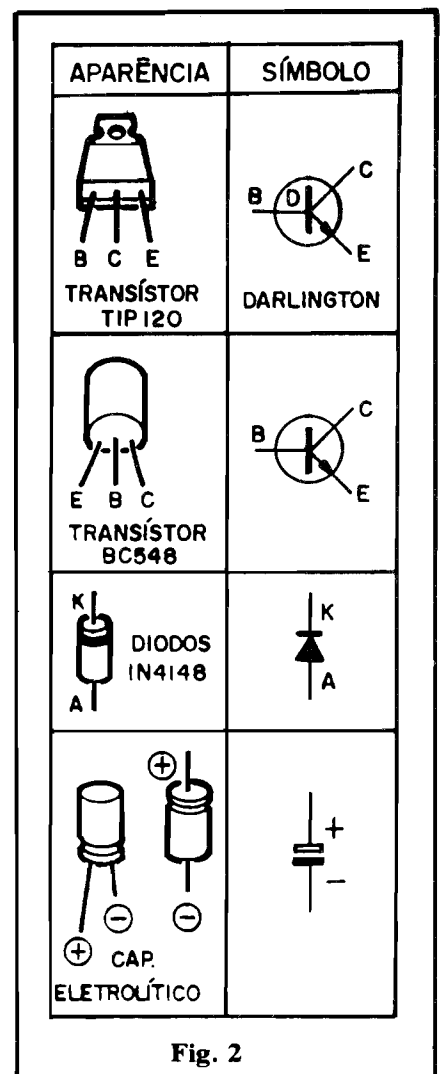

Fig. 2
- **FIG. 2** - Como sempre, os componentes mais importantes (e aqueles em que eventuais dúvidas de identificação de terminais possam ocorrer...) são visualmente detalhados: aparências, símbolos, indicação dos terminais, etc. Não há “grandes novidades” no grupo, porém é sempre bom relembrar certos aspectos práticos (com o tempo, tudo isso ficará “automaticamente” fixado na mente do Leitor/“Aluno”, e as interpretações acabam sendo feitas “sem sentir”...):